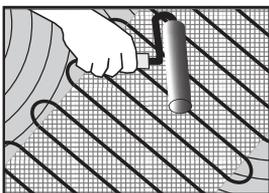

Рис. 24
4. **Уложите нагревательный мат по схеме укладки.** Уложите нагревательный мат на обогреваемую площадь, следуя схеме укладки. Зафиксируйте нагревательный мат на поверхности скотчем или клеевым раствором. Выведите питающие кабели нагревательного мата к месту расположения терморегулятора через подготовленную в стене штробу (рис. 24).